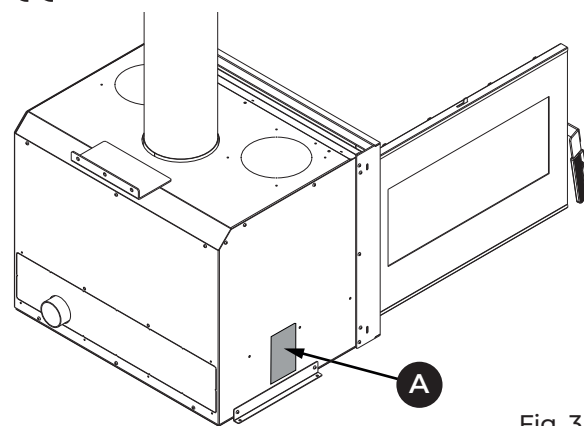

Fig. 3.1
La targhetta matricola (A) è posta sulla parte laterale (Fig. 3.1) e riporta tutti i dati caratteristici relativi all'apparecchio, compresi i dati del Costruttore, il numero di matricola e il marchio CE.